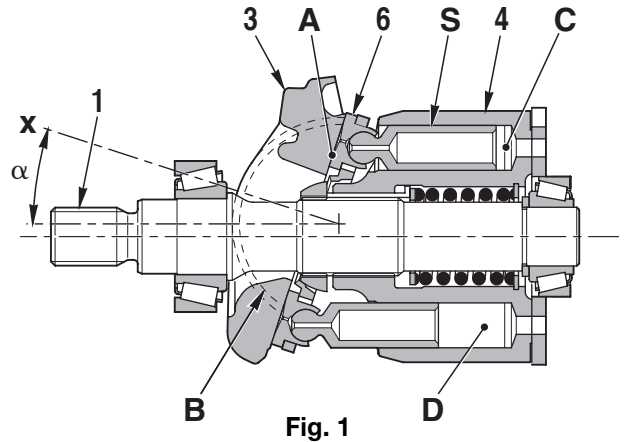

Fig. 1
En d'autres termes, quand le bloc-cylindres (4) tourne, le volume de la chambre D diminue, c'est la phase de refoulement, et le volume de la chambre C augmente, c'est la phase d'aspiration. (La fig. 1 montre l'état de la pompe quand l'aspiration de la chambre D et le refoulement de la chambre C sont terminés).